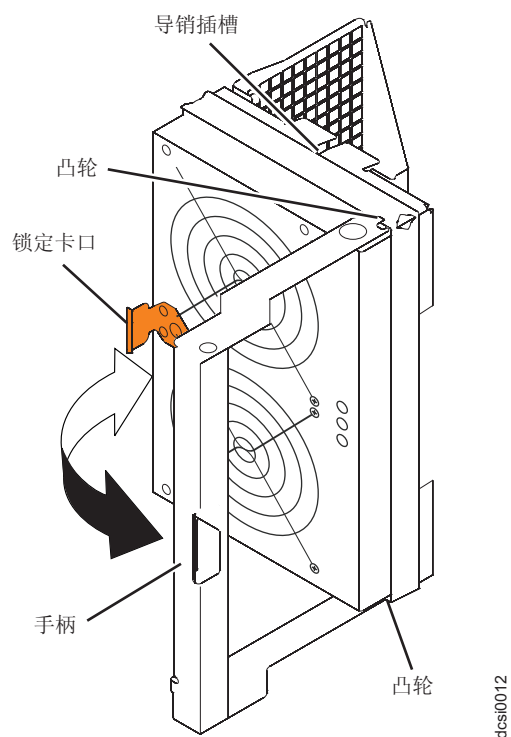

图 88. 卸下风扇组件
- a. 在存储扩展机柜的后部，按压将风扇组合件手柄固定到位的锁定卡口，以卸下风扇组合件（请参阅第 121 页的图 88）；然后，朝着您的方向拉动风扇组合件手柄。